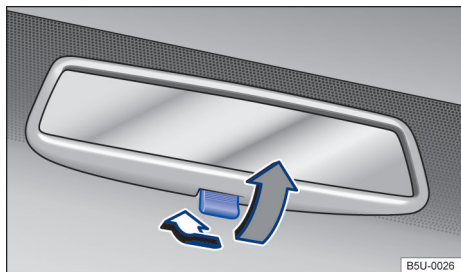

Fig. 66 No para-brisa: espelho retrovisor interno com antiofuscante manual.
- Posição noite: puxar a alavanca → Fig. 66 (seta cinza), para evitar o ofuscamento dos faróis dos veículos que trafegam atrás.